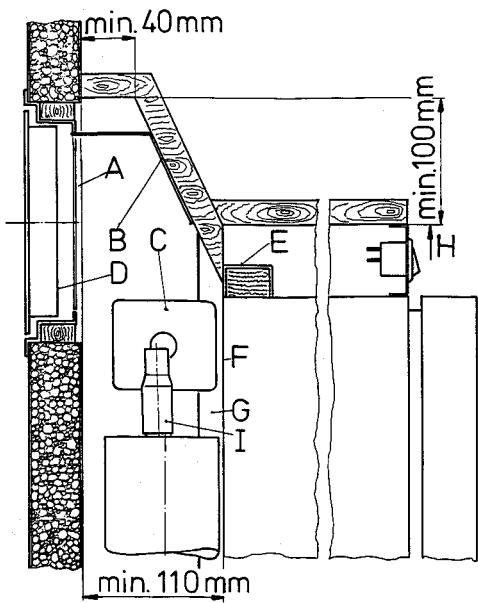
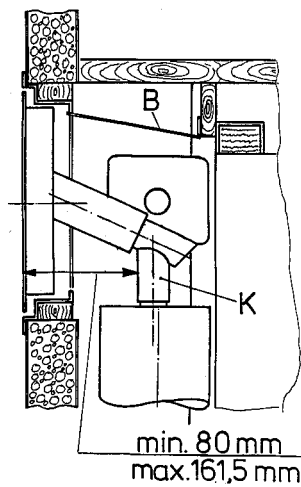

Fig. 6a
Fig. 6b
Het onderste opening moet zo dicht mogelijk bij de nisbodem aangebracht worden, het bovenste opening zo ver mogelijk boven de condensor (C) van het koelaggregaat, doch tenminste als getoond in fig. 6b, of beter nog fig. 6a.